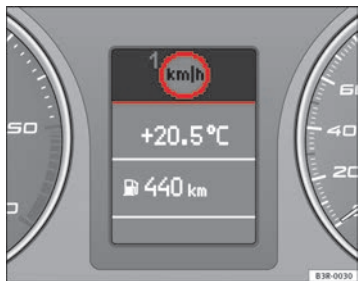

Abb. 56 Display:
Die Geschwindigkeitswarnanlage warnt den Fahrer, wenn er eine zuvor abgespeicherte Höchstgeschwindigkeit überschreitet. Sobald die Geschwindigkeit den abgespeicherten Wert um etwa 10 km/h überschreitet, ertönt ein Warnton. Gleichzeitig erscheint im Display ein Warnsymbol \Rightarrow Seite 86, Abb. 56.
Das Geschwindigkeitswarnsymbol im Display  der Warnschwelle 1 \Rightarrow Seite 86, Abb. 56 erscheint beim Überschreiten der gespeicherten Höchstgeschwindigkeit. Es erlischt wieder, wenn die Geschwindigkeit unter die gespeicherte Höchstgeschwindigkeit verringert wird.
- Die CHECK-Taste so lange drücken, bis das Symbol ⇒ Seite 86, Abb. 56 erscheint.